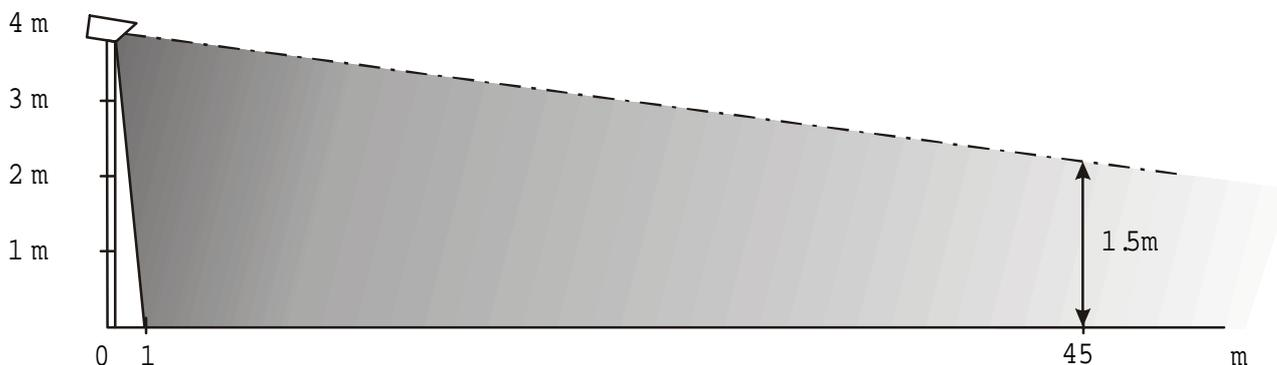

Figure 1
Le PIR-045 doit être aligné verticalement de telle manière, qu'au moins la moitié basse d'une personne se tenant debout, en limite de la portée de détection, apparaisse bien dans la zone de couverture (se reporter à la figure 1, ci-dessous).
Note : les faisceaux de détection des figures 1 et 2 servent d'illustration pour la couverture volumétrique des détecteurs. Les zones de détection réelles dépendent de la hauteur de montage et de l'exactitude de l'alignement.
- Alimenter le PIR-045 et raccorder le module interface sur le connecteur de test du détecteur ou sur le bornier de celui-ci, comme indiqué sur la figure 1.